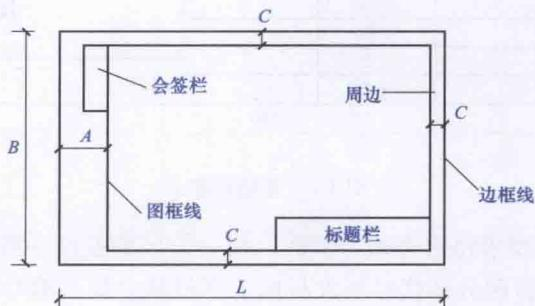

图 1-1 图纸的格式
(1) 图纸的格式。一张图纸的完整图面是由边框线、围框线、标题栏、会签栏组成，其格式如图 1-1 所示。
(2) 幅面尺寸。由边框线所围成的图面，称为图纸的幅面。幅面尺寸共分 5